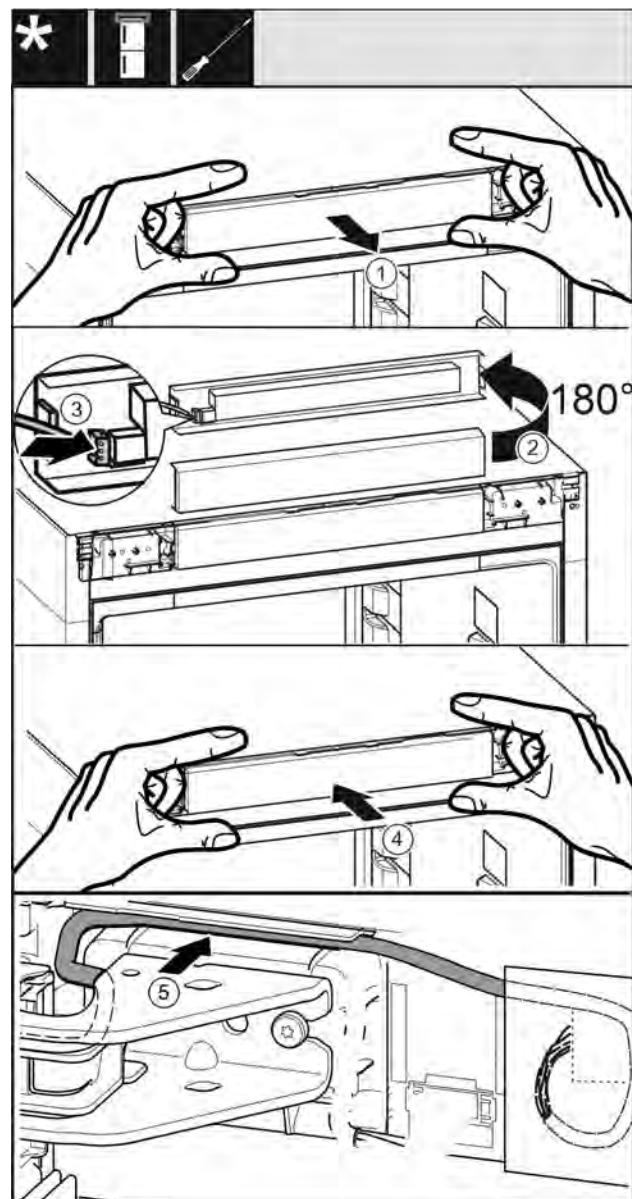

Fig. 31
- Осторожно извлеките фальшпанель. Fig. 31 (1)
- Поверните элемент вверх на 180°. Fig. 31 (2)
- Зафиксируйте штекер на фальшпанели. Fig. 31 (3)
- Снова зафиксируйте фальшпанель на устройстве. Fig. 31 (4)
- Осторожно проложите серый кабель в направляющей над верхним опорным кронштейном. Fig. 31 (5)